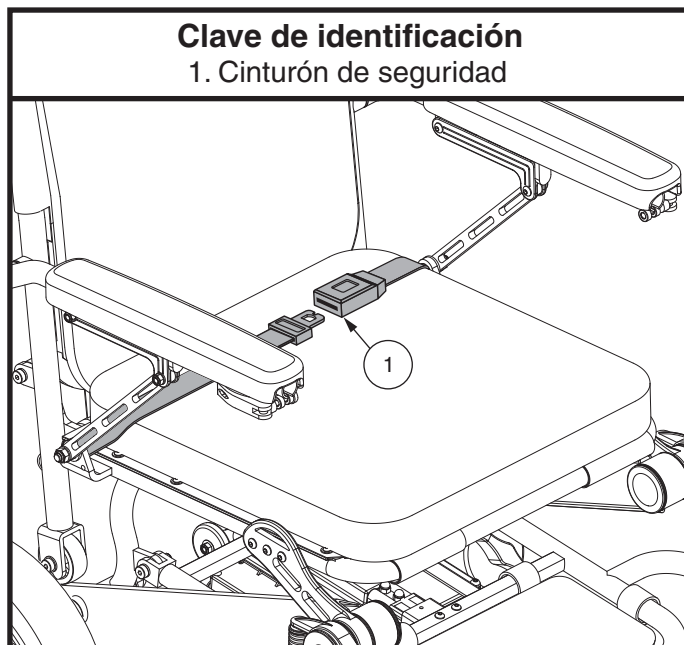

Figura 12. Ajuste del cinturón del seguridad
Su silla eléctrica puede estar equipada con un cinturón de seguridad que puede ajustarse para un mayor confort. **Vea la figura 12.** Su función es evitar que el usuario se deslice hacia delante o hacia abajo. El cinturón no está diseñado para limitar los movimientos.
1. Sentado, introduzca la aleta metálica en el cuadro de plástico de la otra correa y presione hasta oír un clic. **Vea la figura 12.**